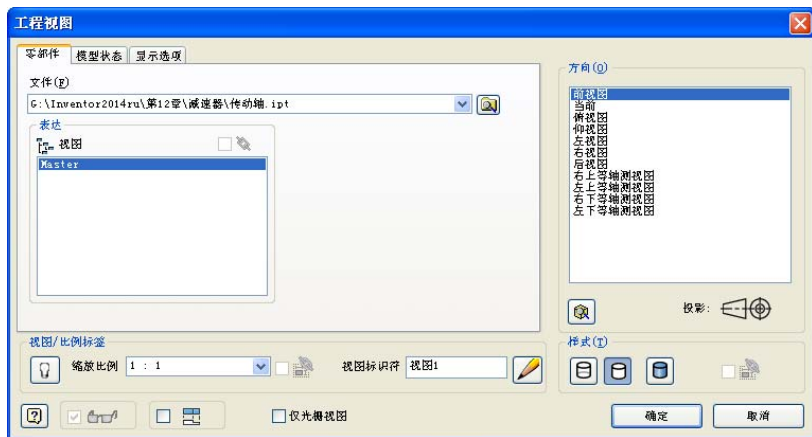
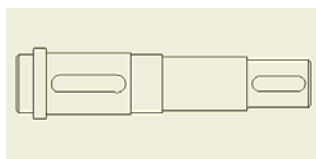

图 12-13 “工程视图”对话框
图 12-14 动轴的主视图
① 创建传动轴零件的基础视图，也就是工程图中的主视图。单击【放置视图】标签栏【创建】面板上的【基础视图】工具按钮，打开【工程视图】对话框，在【文件】选项中选择传动轴零件文件“传动轴.ipt”，在【方向】选项中选择【前视图】方向，工程图的其他设置如图 12-13 所示。将其放置到图中适当位置，如图 12-14 所示。